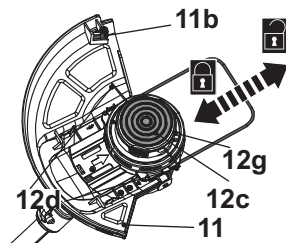

Fig. 23
1. Vire a cabeça do aparador (12) de cabeça para baixo.
2. Prima o botão de pressão de desbloqueio (12g) enquanto puxa as linhas de aparar (12d). A bobina de aparar (12c) irá libertar as linhas de aparar (Fig. 23).